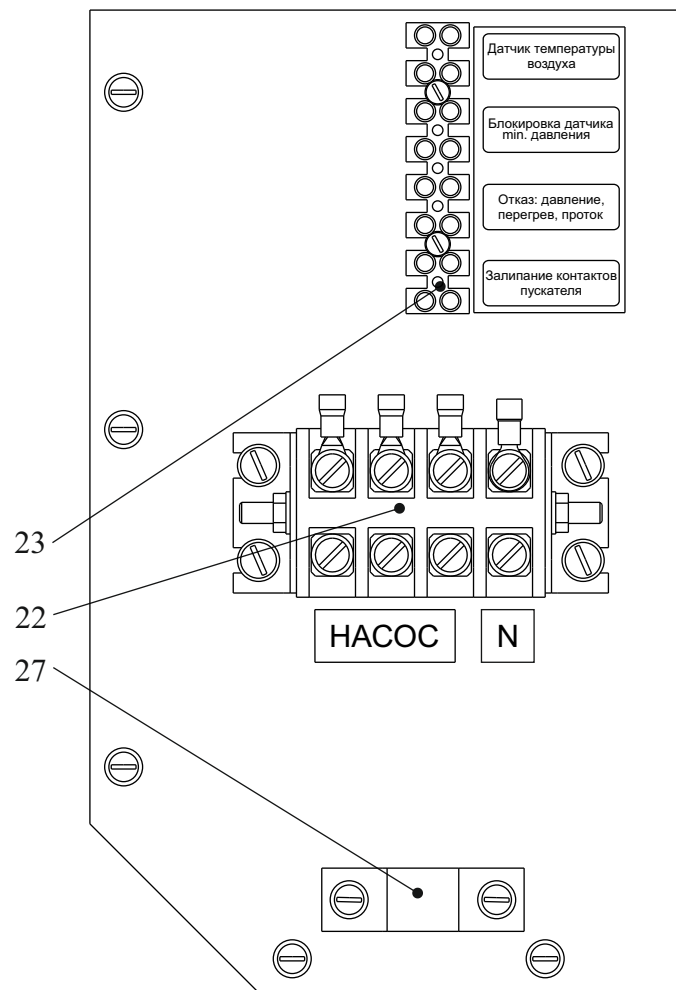

Рис.3 Панель подключения внешних устройств
4.1.5 Панель подключения внешних устройств включает в себя два клеммника. Четырехконтактный клеммник (22 рис.3) для подключения по питанию внешнего трехфазного циркуляционного насоса и ввода в прибор рабочего нуля (цепи управления 220В). Восьмиконтактный клеммник (23 рис.3) для подключения внешних устройств. Кабель насоса закрепляется с помощью скобы (27). Места подключения обозначены с помощью аппликаций.
7.2.6 При подключенном через клеммник "Датчик температуры воздуха" (Рис.3) внешнем датчике температуры воздуха прибор переходит в режим управления по температуре воздуха в помещении, где установлен датчик. Ручка терморегулятора *ТЕМПЕРАТУРА* должна находиться в крайнем правом положении.
При работе прибора в открытой системе отопления на клеммной колодке (23 рис.3) должна быть установлена перемычка на клеммах “Блокировка датчика min. давления”.
4.2.2 Для организации дистанционной индикации отказов прибора на клеммную колодку (23, Рис. 3) выведены сигналы “Отказ: давление, перегрев, проток” и “Залипание контактов пускателя” от соответствующих реле на плате управления. Контакты реле предназначены для работы в цепях переменного и постоянного тока в диапазоне напряжений 0-250В. Допустимый ток коммутации 5А. При аварийной ситуации контакты реле замыкаются.